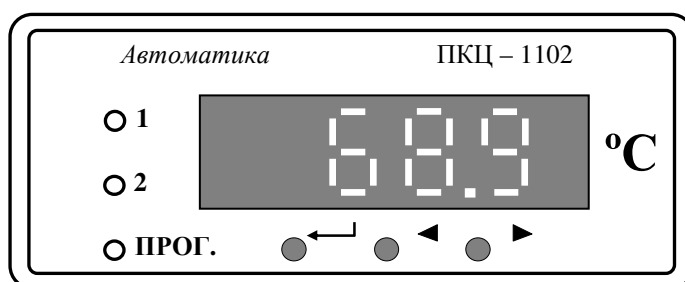

Рисунок 1 - Внешний вид передней панели
4.1.5 На передней панели (Рисунок 1) расположены следующие элементы: